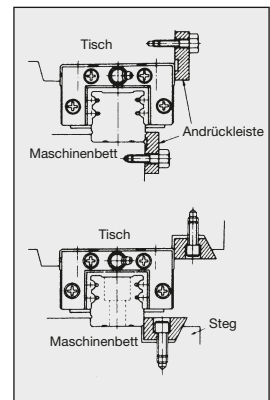

Abbildung 4
1. Zwei parallel bearbeitete Anlagekanten auf dem Maschinenbett und eine Anlagekante für die beiden Führungswagen einer Schiene am Maschinentisch. Es können zusätzlich geeignete Anpreßvorrichtungen (Abb. 4) für Schiene und Wagen angebracht werden. Ebenso ist es aber auch möglich, die Schienen beim Anziehen der Schrauben z. B. mit einer Schraubzwinge gegen die Anlagekante zu pressen.